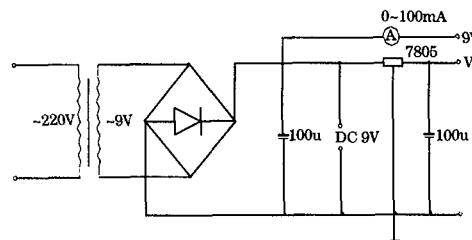

图1
(1)产生风速模拟信号的是一个频率无级可调的多谐振荡器。由一块集成电路555与一个双连电位器、二个电阻、三个电容器组成,见图1。